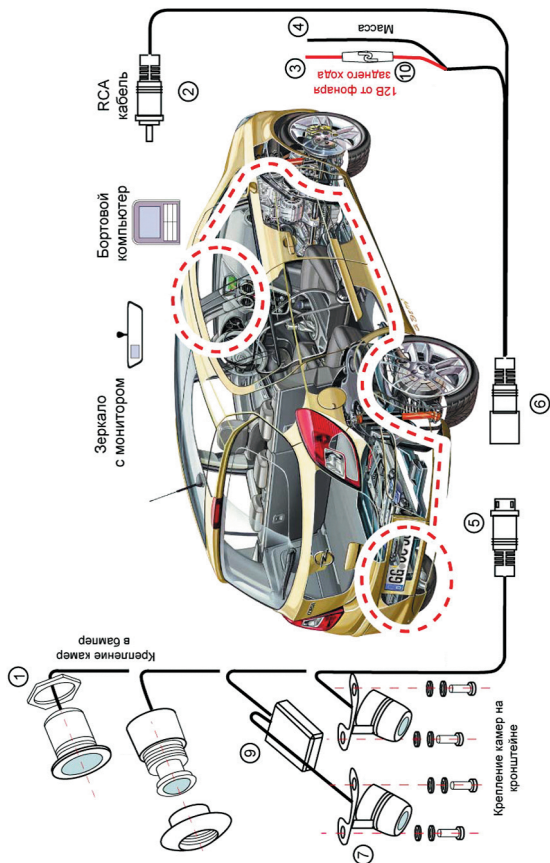

Рисунок 1. Схема подключения камеры CRM CRX-4006
- Проведите за обшивкой кабель питания и видеосигнала вдали от острых и подвижных деталей кузова и закрепите его. Разъем RCA (поз. 2, рис.1) кабеля видеосигнала подключите к видеовыходу бортового компьютера, TV, внешнего монитора (например, CRX-4301) или монитора, встроенного в зеркало (например, CRX-4201).
- Подключите красный провод питания (поз. 3, рис.1) к проводу, подающему 12В на фонарь заднего хода. Черный провод (поз. 4, рис.1) подключите к массе. Соедините штекеры (поз. 5 и поз. 6, рис. 1) между собой.
Перегорел предохранитель.	Проверьте предохранитель (поз.10, рис. 1). При необходимости замените предохранитель.